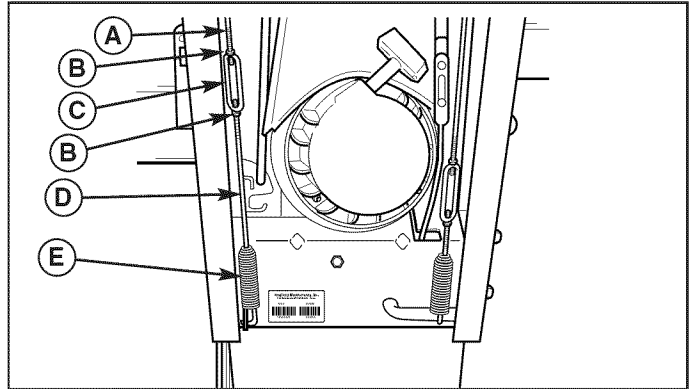

Figure 20. Réglage de la tension de la commande de traction
1. Lorsque le levier de commande est engagé, l'extrémité basse de la tringle inférieure (D, Figure 20) doit être à ras de la base du ressort (E).
2. Pour régler la tension, desserrer les deux écrous (B) et tenir la tringle inférieure pour l'empêcher de tourner. Faire tourner le tendeur (C) vers la droite pour abaisser la tige inférieure ou vers la gauche pour la relever.